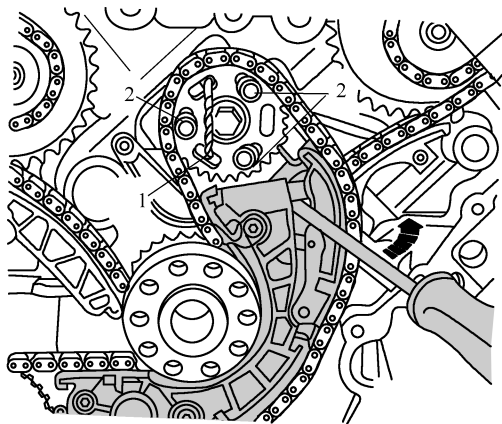

图 1-3-32 安装油泵和平衡轴链条
(3) 如图 1-3-32 所示, 用 $\phi 8\text{mm}$ 的钻头 1 将平衡轴固定在上止点位置。平衡轴链轮的长孔必须位于平衡轴螺纹孔的中间位置, 必要时将链条错位一个齿。拧紧链轮张紧器的螺栓, 轻松地旋入链轮螺栓 2。链轮必须能在平衡轴上转动并且不得翻转。
- (4) 拔出定位销 T40071 以松开链条张紧器。
- (5) 如图 1-3-32 所示, 用螺钉旋具按压链条张紧器的滑轨(沿箭头方向), 并同时拧紧链轮螺栓 2。
- (6) 从平衡轴上拉出钻头 1。
- (7) 其他安装以拆卸时的相反顺序进行。